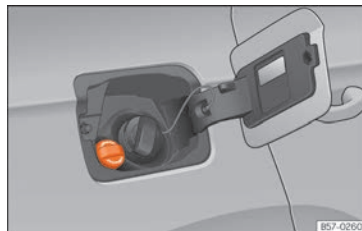

Abb. 217 Verschlussdeckel des AdBlue-Tanks
- Öffnen Sie die Tankklappe »» Abb. 217.
- Schrauben Sie die Flasche entgegen dem Uhrzeigersinn wieder heraus und ziehen Sie die Flasche vorsichtig heraus »» ❶.
- Verschlussdeckel SCR-Einfüllstutzen nach links drehen »» Abb. 217.